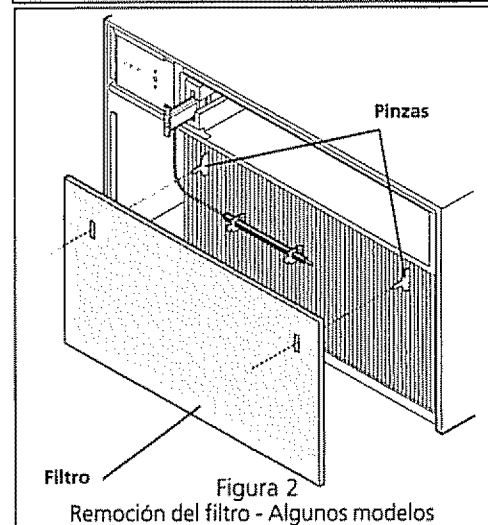

Figura 2
5. Saque el filtro jalando para sacarlo de las pinzas (Figura 2). Límpielo según las instrucciones de la sección "Limpieza del filtro de aire".